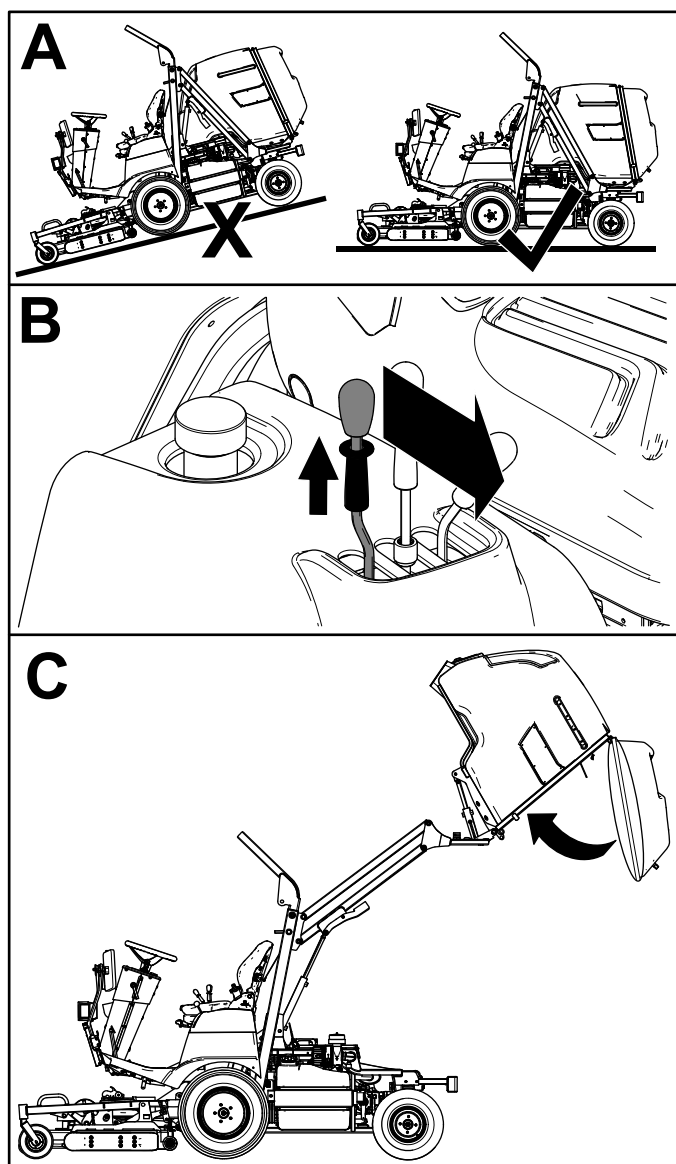

図 26
2. ダンプ終了後は、ホッパーダンプレバーのロックカラーを上引き、レバーを前方に傾けてホッパーを閉じてください 図 26。